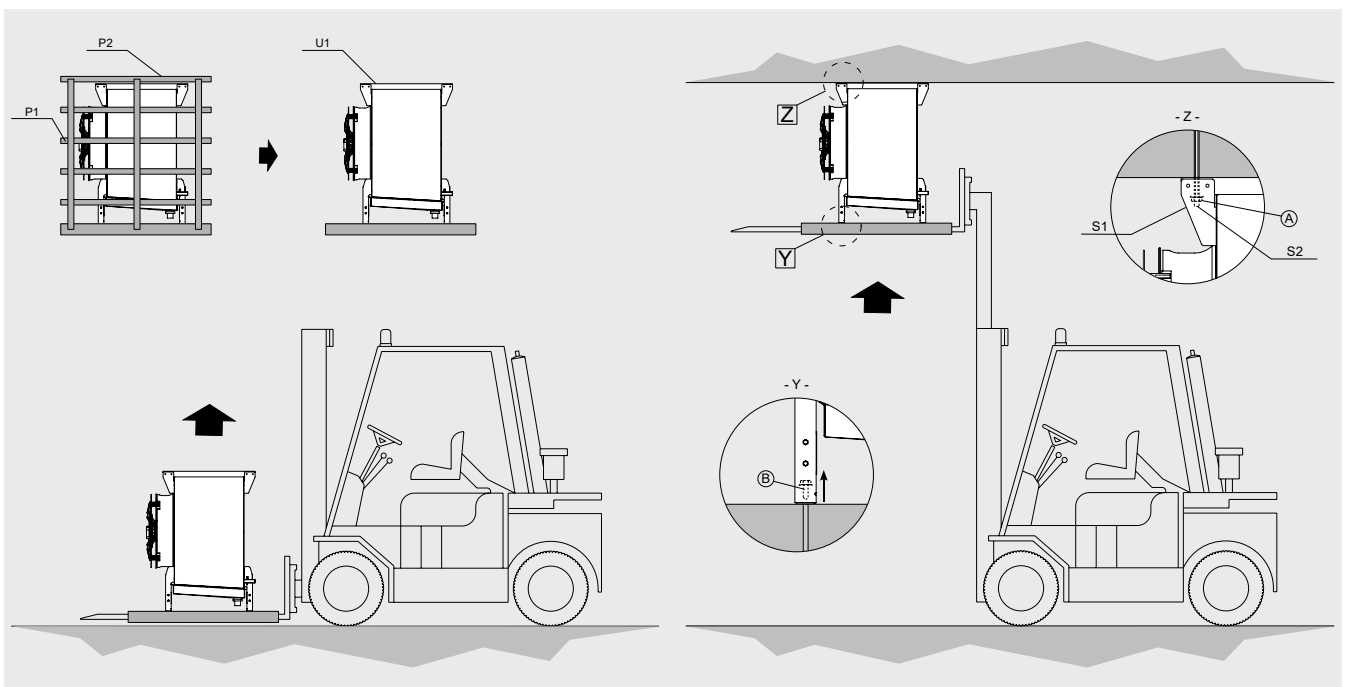

Figura 4
- 5.12 Istruzioni per l'installazione a soffitto - si veda la Figura 4: